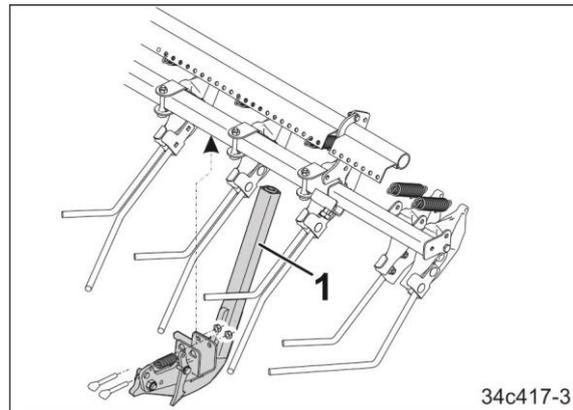

Fig. 507
1. Das Spindelunterteil (Fig. 507/1) am Exaktstriegel anschrauben: